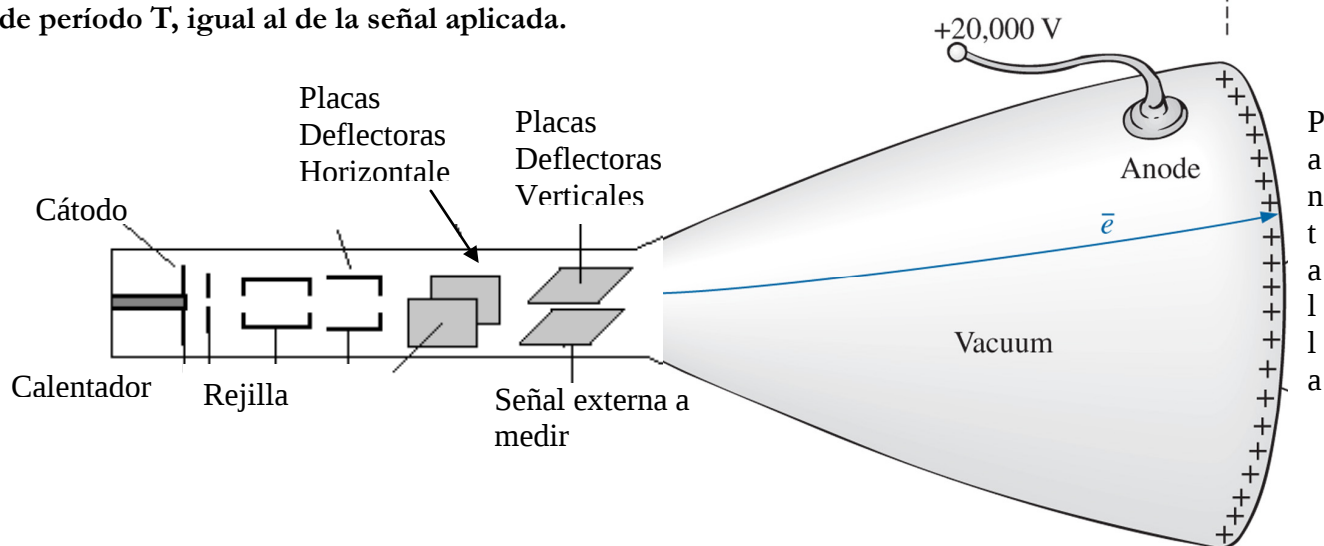

Figura 2: Esquema del tubo de rayos catódicos
El TRC consta básicamente de un cañón electrónico, un sistema de placas deflectoras **horizontal (X)** y **vertical (Y)** y una pantalla fluorescente, todo colocado en el interior de un tubo en el que se ha hecho un vacío elevado. Ver *Figura 2*.